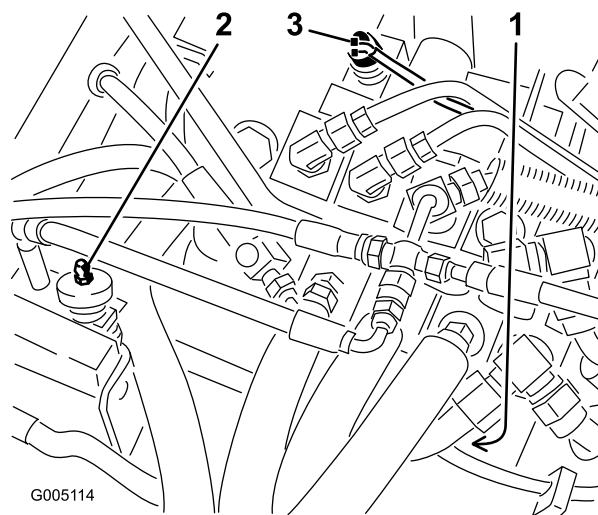

図 39
2. シートスイッチ（図 39）のボタンに付いているゴム製カバーを取る；このカバーは新しいスイッチに取り付けるので捨てないで置く。スイッチの電気コネクタを外す。
2. セレクタ・バルブ・セクションのバルブ・バンク・ボンネットに取り付けてあるトラクション・スイッチの端子からコネクタを引き抜く (図 39)。
2. バルブ・バンク・ボンネットに取り付けてある芝刈り/昇降スイッチの端子からコネクタを引き抜く (図 39)。